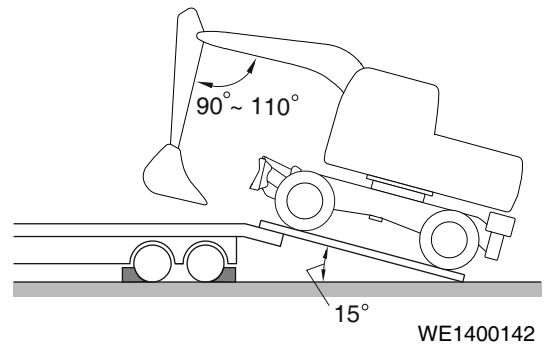

Figura 6
1. Asegurarse de aparcarse el remolque en una superficie firme y nivelada. Véase Figura 6.